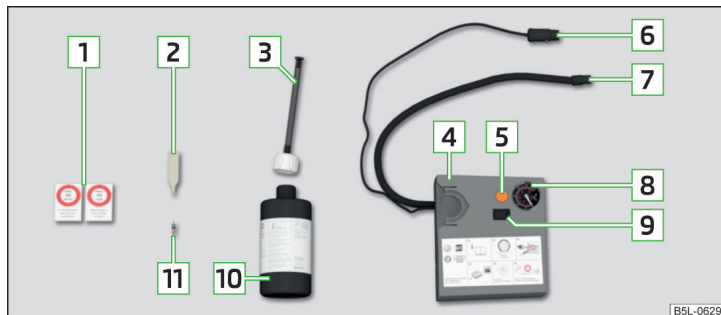

Fig. 165 Prezentarea în principiu: Componentele setului de depanare
### Componentele setului » fig. 165
- › Lipiți autocolantul corespunzător **1** » **fig. 165 la pagina 178** pe planșa de bord, în câmpul vizual al șoferului.
- › Scuturați de câteva ori bine recipientul de umplere a anvelopei **10** » **fig. 165 la pagina 178**.
- › Înșurubați bine furtunul de presiune **7** » **fig. 165 la pagina 178** al compresorului de aer pe ventilul anvelopei.